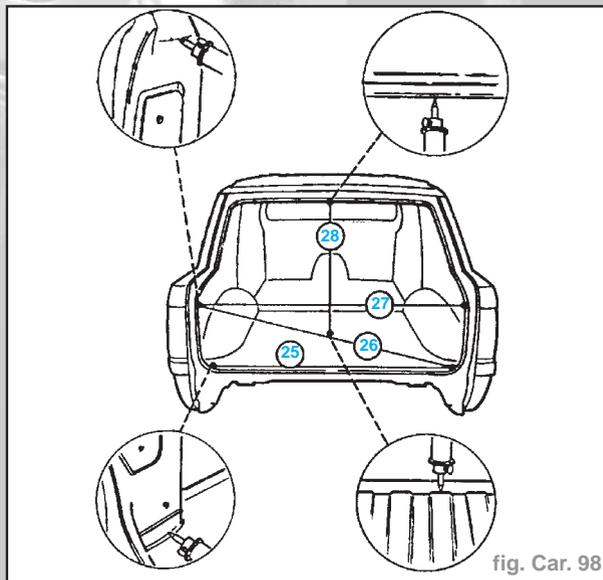

fig. Car. 98
**FRONTERA SPORT (fig. Car. 98)**